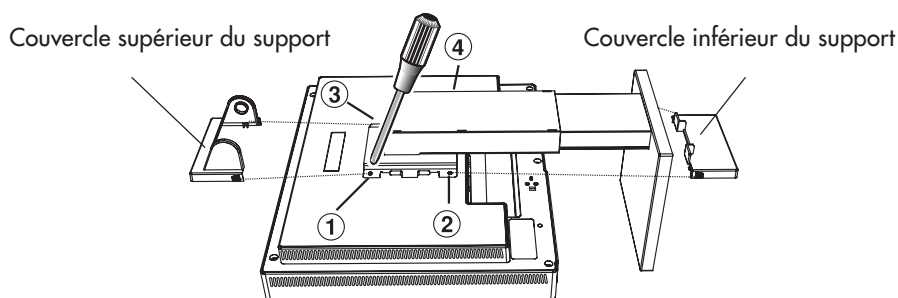

Figure S.2
4. Retirez le couvercle du support en faisant glisser les parties supérieures et inférieures hors du support (**Figure S.2**)
5. Retirez les quatre vis connectant le moniteur au support et soulevez l'ensemble support (**Figure S.2**). Le moniteur est maintenant prêt pour un montage différent.